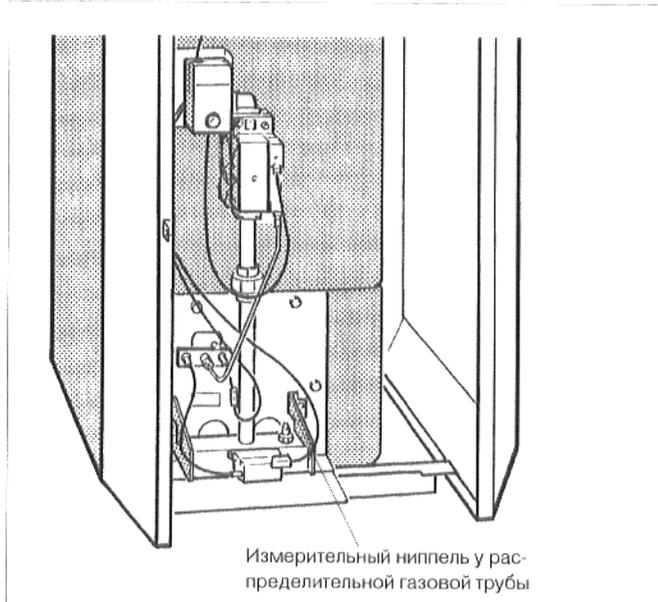

Рис. 32: газовая горелка
- Ослабить запорный винт контрольного ниппеля у распределительной газовой трубы, отвинтив его на два оборота (рис. 32).